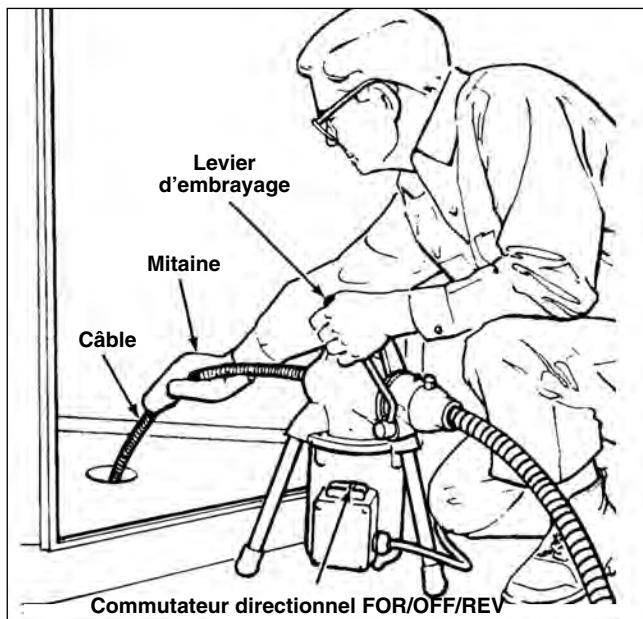

Figure 6 – Position de travail appropriée
1. Mettez-vous en position appropriée afin de maintenir votre équilibre (*Figure 6*).